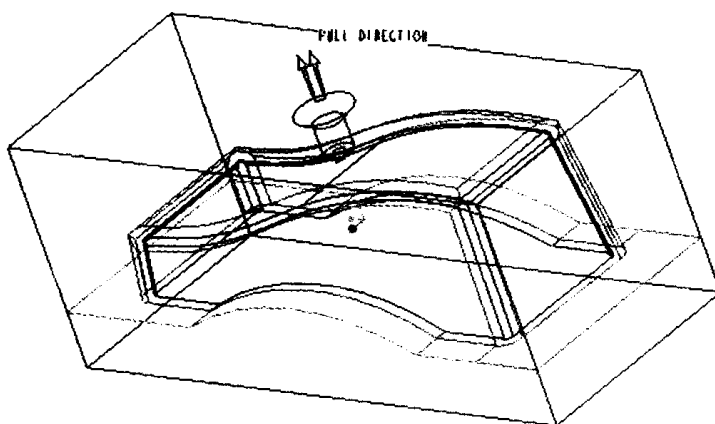

图 1.4 设计分模面
- (4) 选择 MOLD | Parting Surf 设计分模面, 如图 1.4 所示。